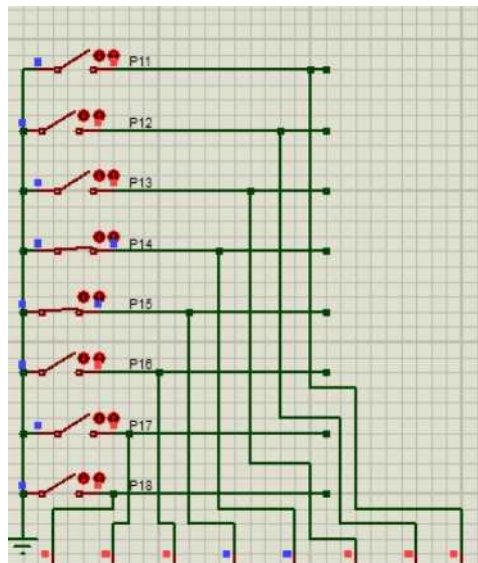

Рисунок 7
8. Далі перевіримо як мікроконтролер через УАПП відправить символ, який ми закодували кнопками: замкнута кнопка - нуль, а розімкнута - одиниця (рисунок 7).